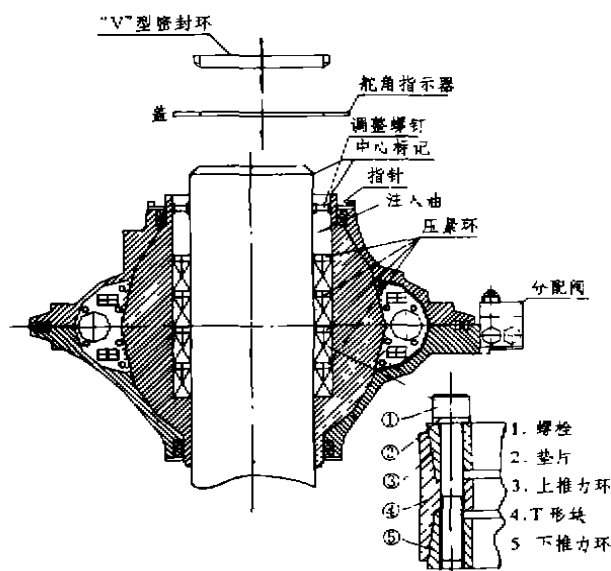

图2 舵机安装示意图
3. 将舵机套在舵杆上慢慢放下,注意旋转体轴承里的“O”型密封圈在正确位置上并且没有损坏,使舵机和舵杆上的船艏标记成一线,见图2。分配
5. 因为转矩是通过工作表面的接触压力和摩擦力来传递的,接触表面的状况和锁紧螺栓的正确锁紧是非常重要的,轻轻地拧紧锁紧螺栓,检查旋转体的匹配,见图2。